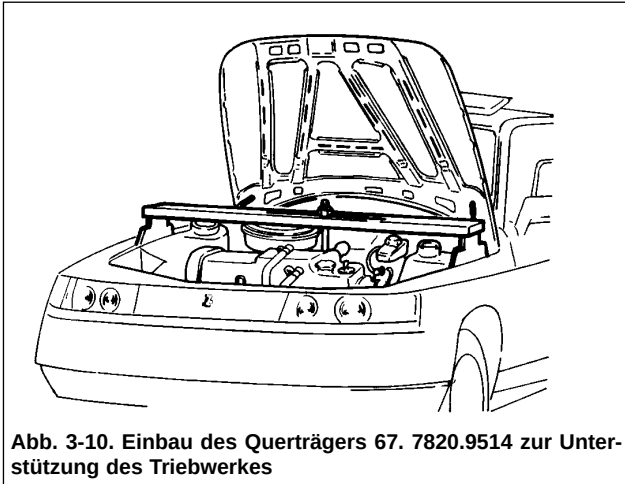

Abb. 3-10. Einbau des Querträgers 67. 7820.9514 zur Unterstützung des Triebwerkes
- den Querträger 67.7820.9514 (Abb. 3-10) auf die Wasserrinnen zur Unterstützung des Motors einsetzen und mit einem Haken an der am Stehbolzen des Auslaßkrümmers befestigten Klammer einhaken. Fehlt der Querträger, ist das Triebwerk mit Flaschenzug anzuheben.